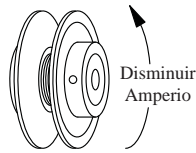

Fig. 7
- **Polea ajustable.** Con un amperímetro, mide el amperio del motor. Ajuste la polea del motor hasta que el amperio sea menos por poco de lo que se especifica en la placa de identificación del motor. Al ajustar la polea, afloje el tornillo de ajuste con punta plana y gire la polea. Apriete el tornillo de modo que la punta del tornillo queda sobre el área plana, si no, dañaría las roscas. El incrementar el diámetro de la polea, incrementa también el amperio; el disminuir el diámetro de la polea, disminuye también el amperio (véase fig. 7). Vuelva a inspeccionar la alineación de la correa.